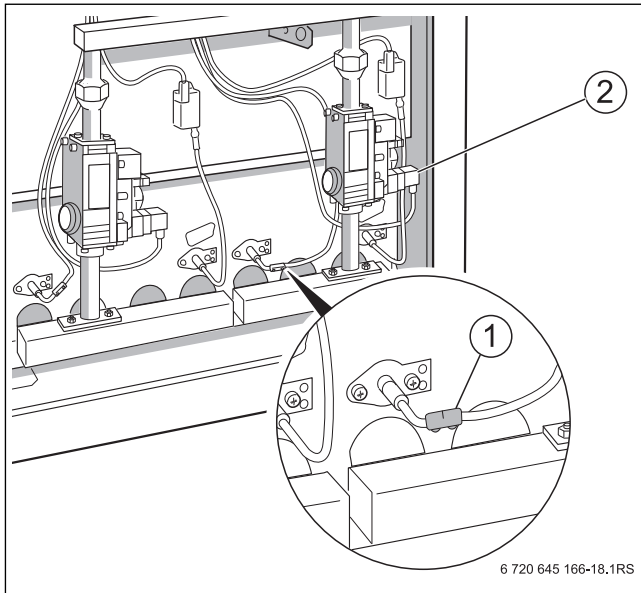

Рис. 43 Удаление защиты от касания
- ▶ Установите защиту от касания (\rightarrow рис. 43, [1]) на контрольный кабель